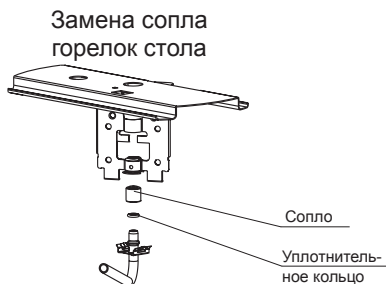

рис. 16
22.1. Проведение замены сопла при ремонте, а также при переводе на другой тип газа (рис. 16, 17, 18)
6. Снять установленные сопла, для этого отверткой необходимо отсоединить металлическую защелку от отбортовки гнезда держателей сопла и вывести газоподводящую трубку вместе с соплом из гнезда, затем снять сопло с трубки газа (рис.16). Резиновые уплотнительные кольца рекомендуется оставить на трубках.